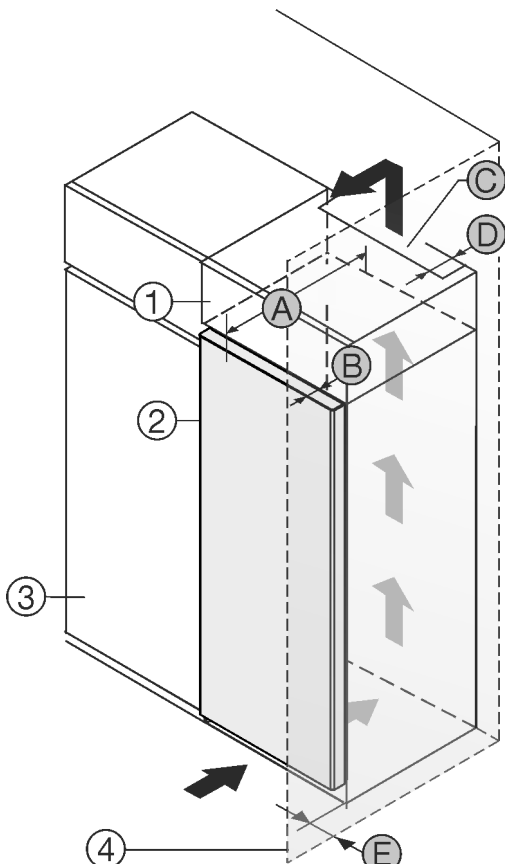

Fig. 1
Установите устройство непосредственно рядом с кухонным шкафом Fig. 1 (3)\*
На задней стенке дополнительного шкафчика должен быть вентиляционный канал с глубиной Fig. 1 (D) по всей ширине этого шкафа.\*
Нужно соблюдать вентиляционное отверстие Fig. 1 (C) под нижней панелью.\*
Если устройство установлено на шарнирах у стены Fig. 1 (4), то расстояние между устройством и стеной должно быть не менее 13 мм.\*
Если устройство установлено на шарнирах у стены Fig. 1 (4), то расстояние между устройством и стеной должно быть не менее 57 мм. Настолько выступает ручка при открытой дверце.\*